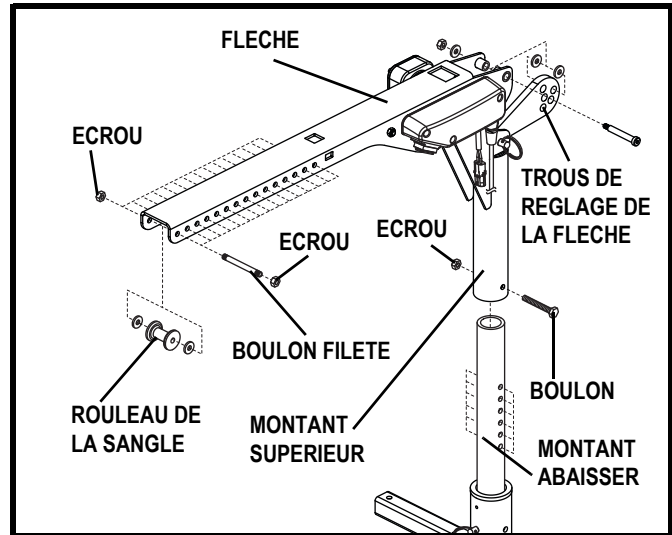

Figure 1. Réglage du montant supérieur
La flèche peut être réglée pour votre commodité. Voir la figure 1.
1. Retirez l'écrou et le boulon du montant supérieur. Voir la figure 1.
1. Retirez les écrous du boulon fileté qui sécurise la sangle à la flèche. Voir la figure 1.
2. Roulez la sangle à la position désirée en alignant le rouleau de la sangle avec le trou de réglage désiré dans la flèche. Voir la figure 1.
NOTE: L'angle de la flèche peut être réglé pour tenir compte de certaines limitations d'hauteur. Voir la figure 1.